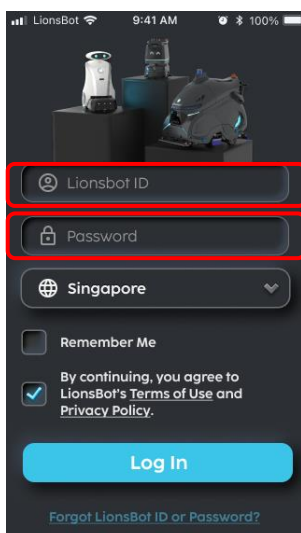

Fig. 1
1. Voer op de inlogpagina de verstrekte ID en het wachtwoord in (fig. 1).